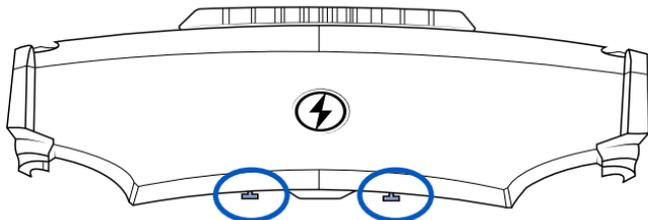

Figure 13 - Emplacement des attaches du capot
1. Placez-vous devant le véhicule et repérez les leviers d'ouverture (**Figure 13**) situés de chaque côté de l'avant du capot.